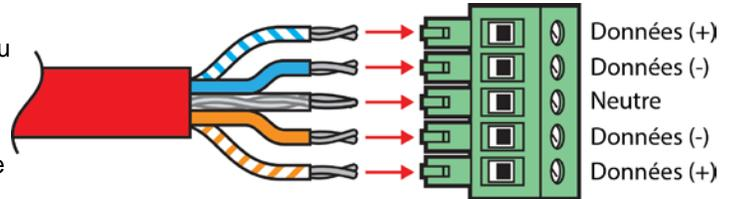

Figure 6. Broches de sortie du câble de données vers le corps du cylindre. Pour éviter une dérivation en T, le DMX descend au cylindre et revient au J-box.
- Installer les connecteurs 5 positions fournis sur le câble de données (voir figure 6) en veillant à isoler le fil de blindage avec du film thermorétractable ou du ruban isolant puis branchez-les sur la plaque du DMX (voir figure 8).